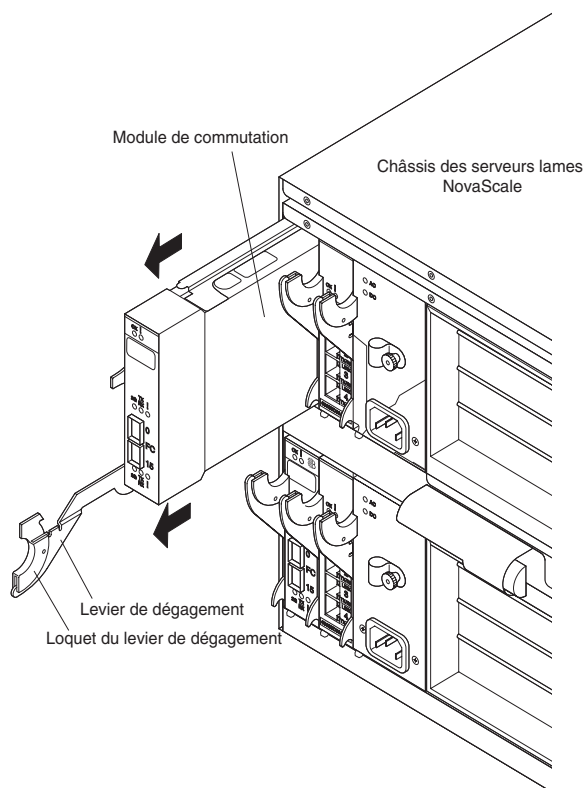

Figure 7. Retrait d'un module de commutation
5. Abaissez le loquet du levier de dégagement du module de commutation, comme indiqué sur la Figure 7. Le module sort d'environ 0,6 cm (0,25 pouce) de la baie.